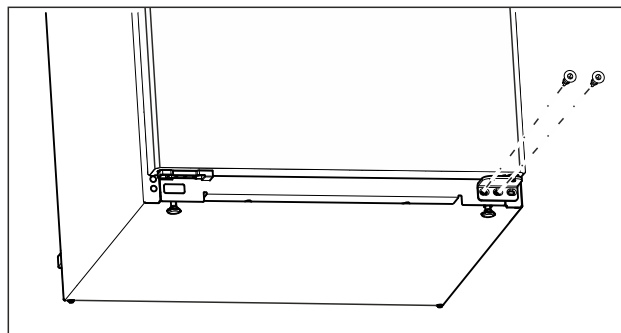

Fig. 15
- Na dolnej ložiskovej konzole vyskrutkujte strednú skrutku skrutkovačom Torx 20. (pozri Fig. 15)
- Na dolnej ložiskovej konzole vyskrutkujte vnútornú skrutku skrutkovačom Torx 20. (pozri Fig. 15)